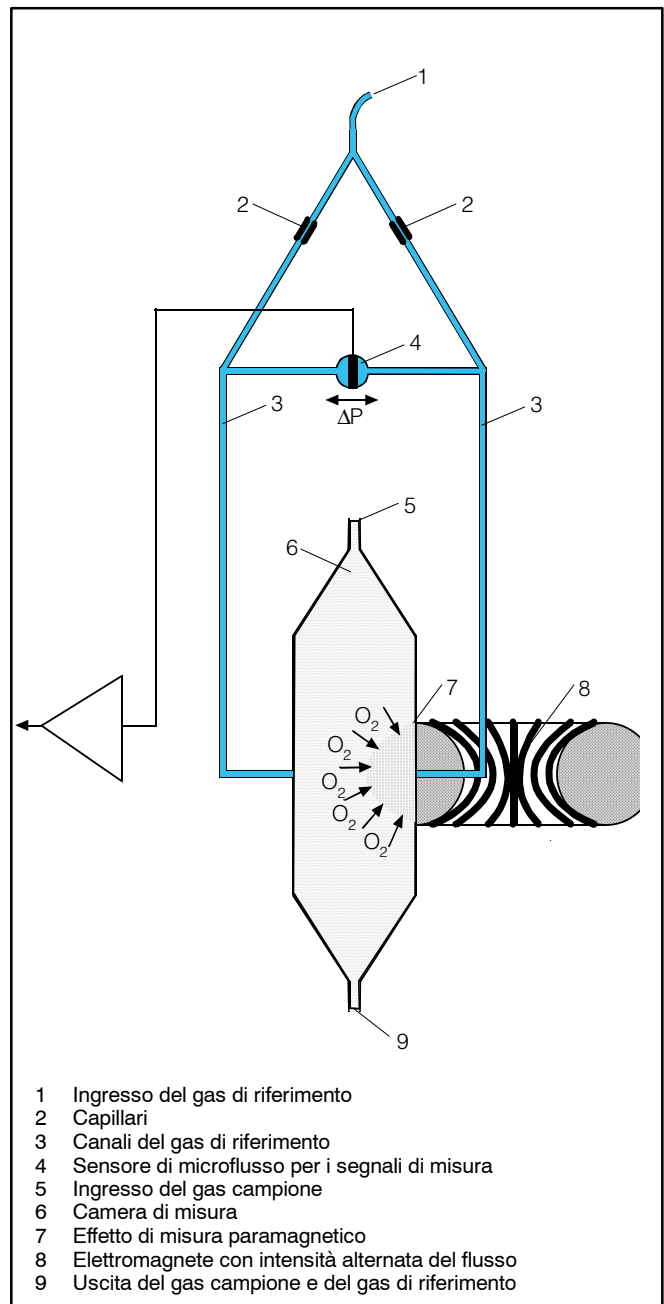

Fig. 3-3 Modo di funzionamento
Nell'**OXYMAT 61** si trova un gas di riferimento (N_2 iperpuro, O_2 oppure aria; 1, Fig. 3-3) ed il gas campione (5, Fig. 3-3). Il gas di riferimento arriva alla camera di misura (6) attraverso due canali (2). Uno di questi flussi di gas di riferimento si incontra con il gas campione nel campo magnetico (7). Dato che i due canali sono tra loro collegati, si viene a generare una pressione proporzionale al contenuto di ossigeno, la quale provoca un flusso che viene convertito in un segnale elettrico da un sensore di microflusso (4).